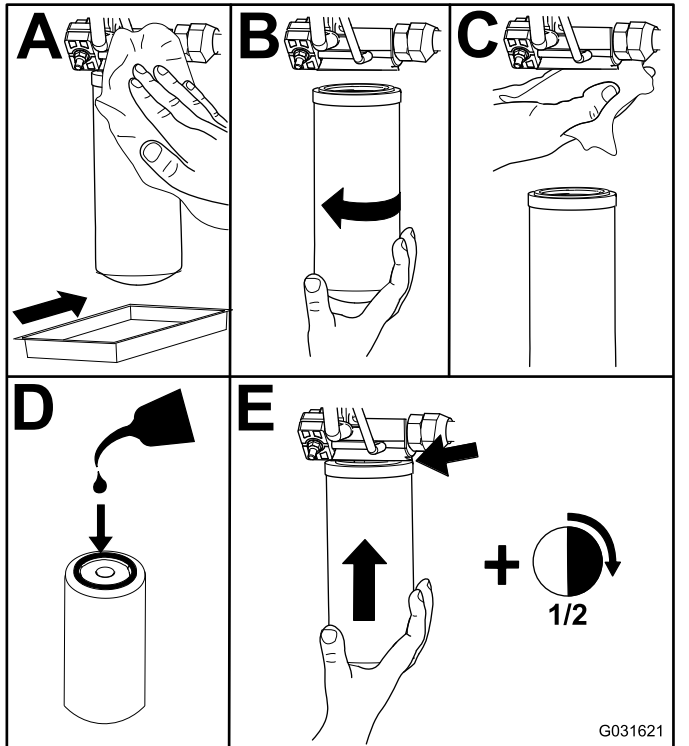

Bild 103
2. Tauschen Sie die Hydraulikfilter aus (Bild 103).